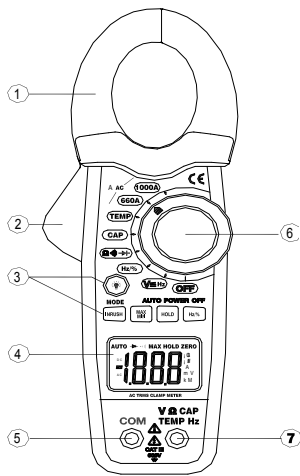

Рис.5.2.3 Модель 3366/68
- Вставьте черный измерительный провод в гнездо COM (**позиция 5 рис.5.2.3**), а красный измерительный провод в гнездо V (**позиция 7 рис.5.2.3**)
- Включите прибор, установив функциональный переключатель (**позиция 6 рис.5.2.3**) на диапазон Vac.
- Включите прибор, установив функциональный переключатель (**позиция 6 рис.5.2.3**) на диапазон Vac/dc.
- Включите прибор, установив функциональный переключатель (**позиция 6 рис.5.2.3**) на диапазон Vdc.
- Установите переключатель функций (**позиций 6 рис.5.2.3** на деление •)) □.
Внимание: на передней панели модели 3360 символ емкости не установлен, поэтому при измерении емкости установите переключатель функций (**позиция 6 рис.5.2.3** на деление •)) □.
- Включите прибор, установив переключатель функций (**позиция 6 рис.5.2.3** на деление •)). CAP
- Вставьте черный измерительный провод в гнездо COM (позиция 5 рис.5.2.3), а красный измерительный провод в гнездо V (позиция 7 рис.5.2.3).
- Включите прибор, установив переключатель функций (позиция 6 рис.5.2.3) на деление CAP.
- Вставьте термопару типа-K в оба гнезда (позиции 6 и 5 рис.5.2.3), соблюдая полярность.
- Включите прибор, установив переключатель функций (позиция 6 рис.5.2.3) на деление "Hz %".
- Вставьте черный измерительный провод в гнездо COM (позиция 5 рис.5.2.3), а красный измерительный провод в гнездо Hz (позиция 7 рис.5.2.3).